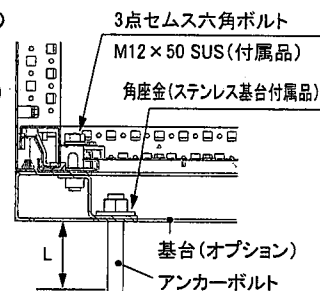

図4
- 基台は、耐震対策のため、必ず基台付属の角座金で補強し、アンカーボルトによって固定してください。(図4)